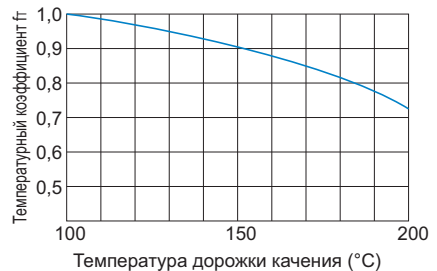

Рис.3 Температурный коэффициент (f_t)
- f_t** : температурный коэффициент (см. Рис.3 на **B5-6**)
Если температура окружающей среды, в которой эксплуатируется модель ST, превышает 100°C , то необходимо учитывать отрицательное влияние повышенной температуры и умножить значения номинальной нагрузки на температурный коэффициент, указанный на Рис.3.